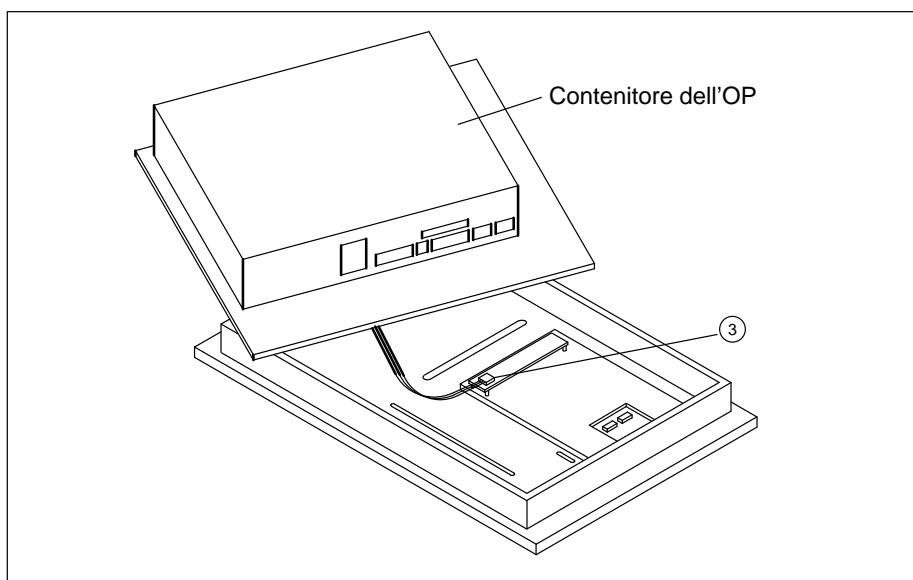

Figura 15-4 OP35: Apertura del contenitore dell'OP (posa a lato del contenitore)
5. Scollegare il connettore ③ (v. figura 15-4)